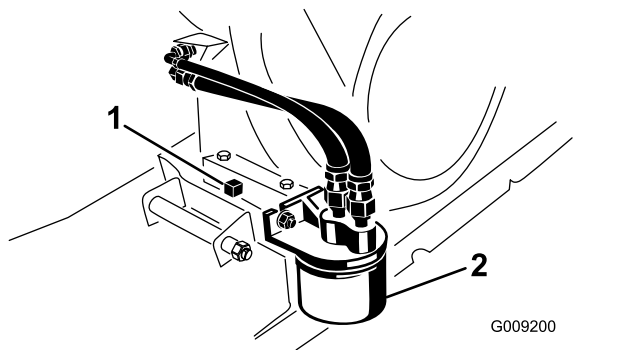

Figura 34
6. Coloque un recipiente debajo del tapón de vaciado (Figura 34).
7. Retire el tapón de vaciado y la junta (Figura 34).
2. Retire el filtro de aceite (Figura 34).
4. Enrosque el filtro nuevo sobre el adaptador del filtro hasta que la junta toque la placa de montaje y, a continuación, apriete el filtro $\frac{1}{2}$ – $\frac{3}{4}$ de vuelta más (Figura 34).